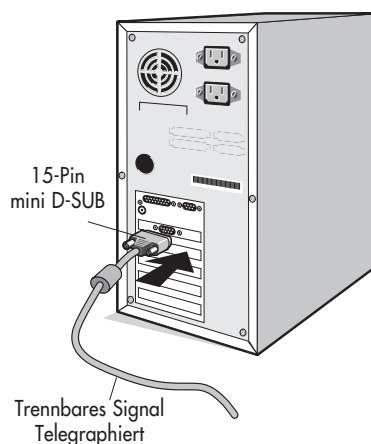

Figure A.1
3. Beim PC: Schließen Sie den 15-poligen Mini-D-SUB-Stecker des Videosignalkabels an die Buchse der Grafikkarte Ihres Rechners (**Abbildung A.1**) an. Ziehen Sie alle Schrauben fest.